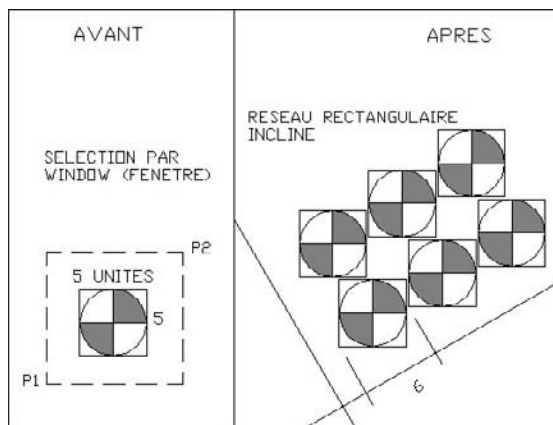

Fig.5.9
- 9 Pour créer un réseau rectangulaire incliné (fig.5.9), la procédure est identique aux étapes 1 à 7. Il suffit d'ajouter en plus, la valeur d'inclinaison dans le champ **Angle du réseau** (Angle of array).